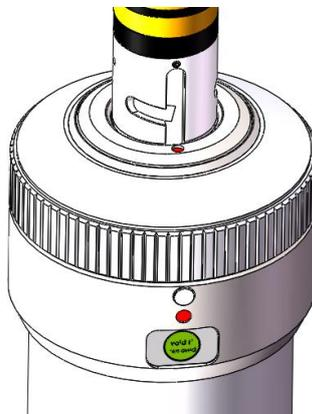

图 5.8 光纤接口与光纤头
c) 如图 5.8 所示拿起光纤接口时，请先检查光纤接口上方唇缘的红点轴向对准其正面标识的红点，再将已经套好保护帽的光纤上的 T 型销槽轴向长槽与两红点成一线插入光纤接口中。